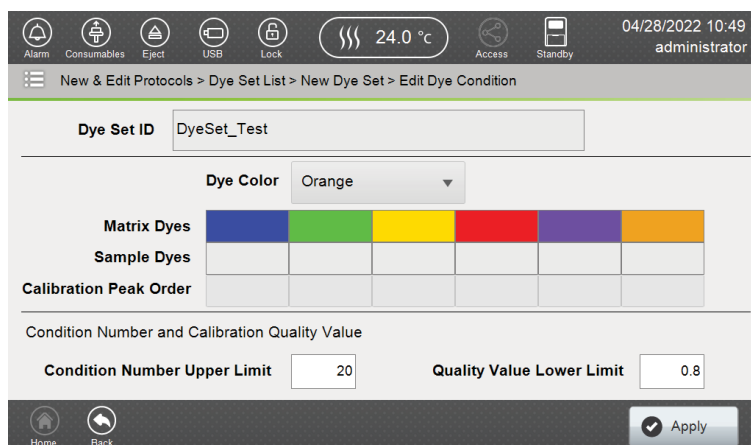

図 144 Edit Dye Condition 画面
4. Dye Color のドロップダウンボックスを利用すると、Size Standard の色素の色を割り当てることができます。（図 144）